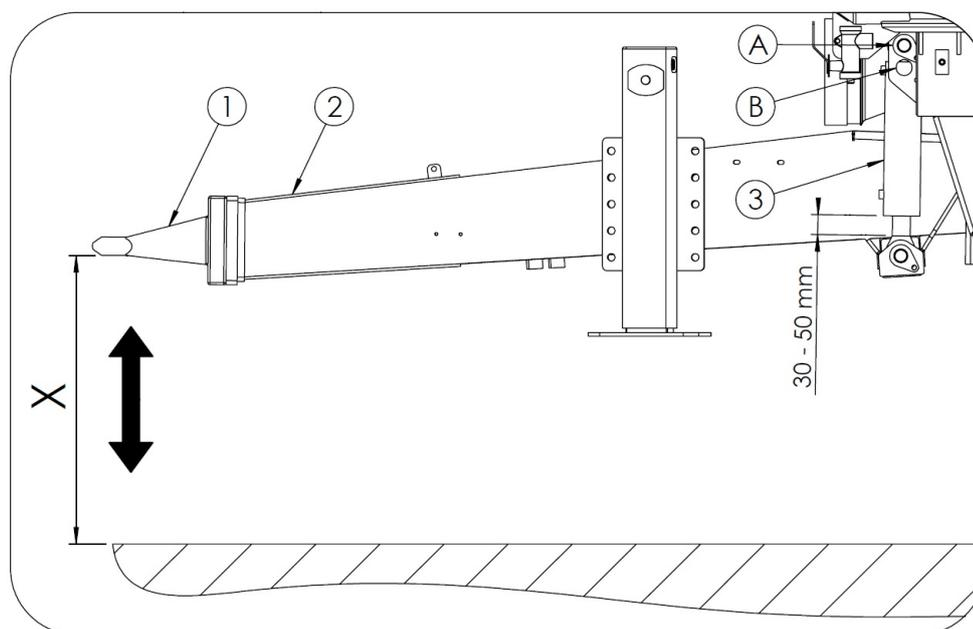

Abbildung 18. Position der Deichsel in Bezug auf den Unterboden
Der vormontierte Streuer ist nur für den Anschluss an die Schlepperunterlenker vorgesehen. Die Höhenlage der Zugöse (1) der Anhängervorrichtung (2) gegen den Unterboden kann verstellt werden - Abbildung 18. Dies geschieht durch Hydraulikzylinder (3), die gleichzeitig als Dämpfung der Deichsel wirken. Ein zusätzlicher Einstellbereich kann durch Änderung der Position des Zylinders von der Befestigungsbohrung (A) auf (B) erreicht werden. Um die Zugöse in Bezug auf den Unterboden und die Anhängervorrichtung des Schleppers auf die richtige Höhe einzustellen, müssen die Hydraulikzylinder (3) über die externe Hydraulik des Schleppers ein- oder ausgefahren werden. Die Position der Deichsel in der richtigen Höhe ist auch mit der Nivellierung des Streuers verbunden, die dafür sorgt,